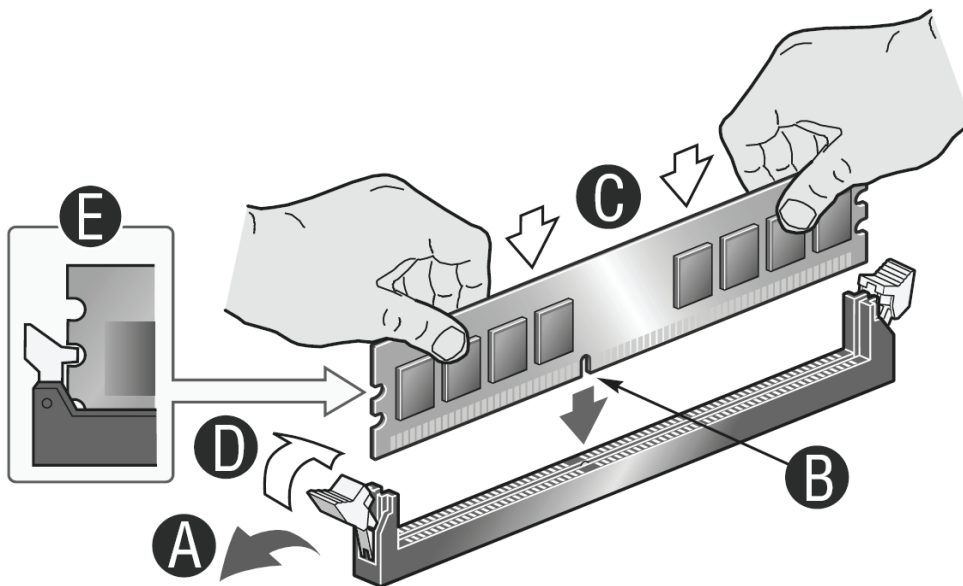

Abbildung 13. Einbauen von Speicherbausteinen
8. Richten Sie das DIMM über dem Sockel aus. Bringen Sie die kleine Einkerbung an der unteren Seite des Moduls mit der entsprechenden Markierung am Sockel zur Deckung (siehe Abb. 13).